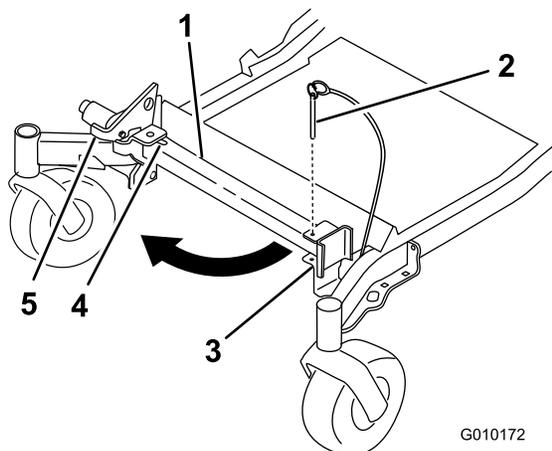
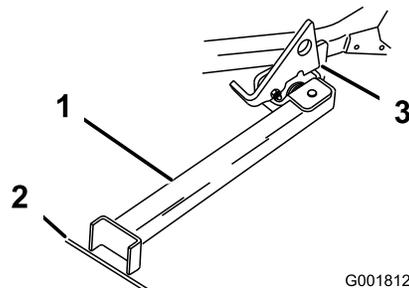

Figura 41
Figura 42
2. Retire o pino do suporte (Figura 41).
3. Levantar o trinco. Rode o pé do stand e faça deslizar o stand em direção à máquina, para a parte de baixo da ranhura (Figura 41 e Figura 42).
4. Coloque o pé do stand no solo e assente o trinco na patilha articulada (Figura 42).
**Nota:** Para obter melhores resultados, coloque o pé do stand em junções nos passeios ou na relva (Figura 42).
6. Avance para o stand. Pare quando o trinco passar pela patilha para a posição bloqueada (Figura 42). Quando estiver no stand, engate o travão de mão e desligue o motor.
- Volte a colocar o stand na posição de descanso (Figura 41).